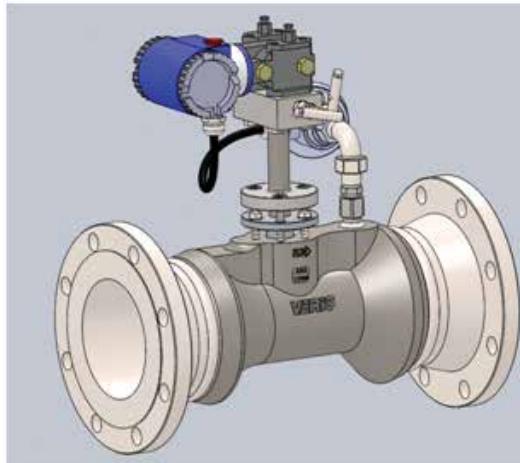

Figure 7. Orientation de l'ensemble RTD
- Faites passer doucement les fils de la sonde RTD dans le coude. Appliquez le même produit d'étanchéité de filetage sur les filets du coude et faites passer dans le raccord-union. Si nécessaire, desserrez le raccord-union et placez le coude de façon qu'il pointe vers le côté du corps du débitmètre, comme illustré dans la figure 7. Resserrez le raccord.
- Enfoncez les fils de la sonde RTD dans la boîte de connexion et vissez la boîte sur le coude dans le sens représenté dans la figure 7.